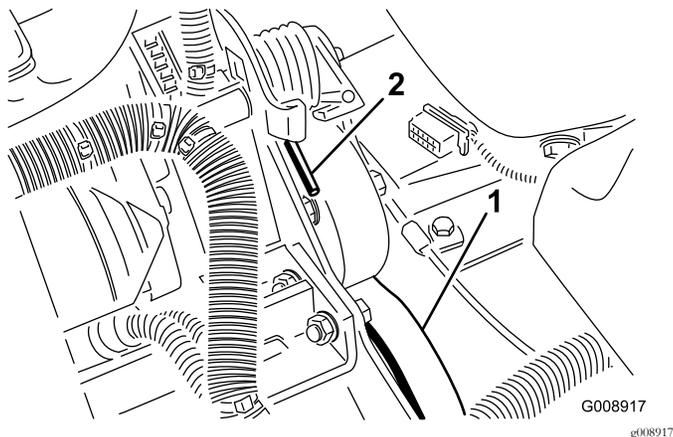

Рисунок 72
2. Нажмите вниз и вперед на конец пружины (Рисунок 72), чтобы вывести ее из зацепления с кронштейном и снять натяжение пружины.